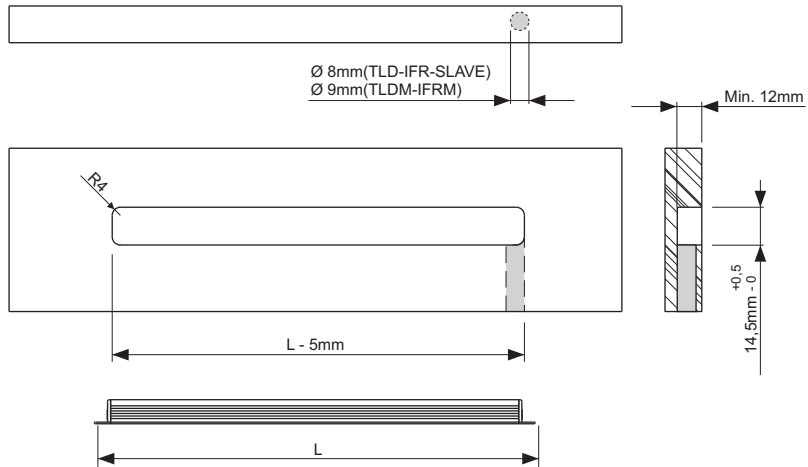
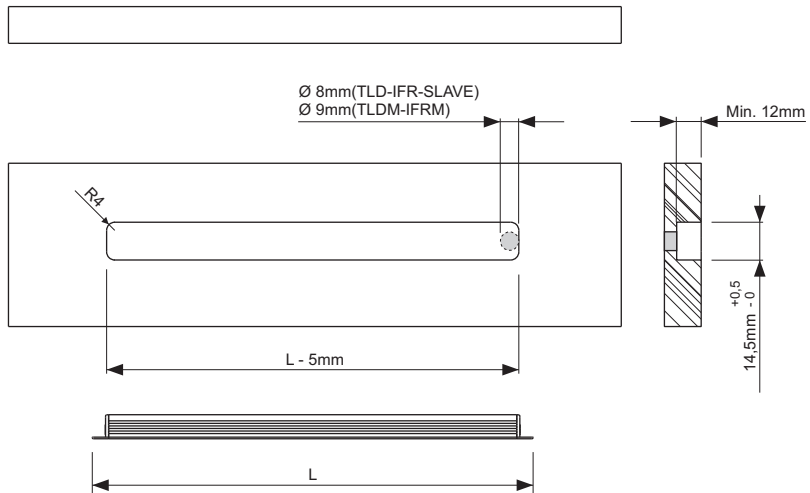

Fig 1
Fig 2
- Le figure 1, 2 e 3 rappresentano degli esempi di installazione del **DIVA-SUNCITY**. Le quote sono indicative perché possono variare in funzione dell'applicazione e del materiale da cui è composto il piano di installazione. I 2 esempi si differenziano per la posizione del foro di uscita del cavo, tuttavia è possibile eseguire tale foro anche in altre posizioni a seconda dell'esigenza del cliente, in base al tipo di applicazione.
- **DIVA-SUNCITY** può essere installato con il cavo di alimentazione in posizione assiale (fig. 1) o radiale (fig. 2) rispetto al piano di montaggio. Per installazioni con il cavo di alimentazione in posizione assiale praticare un foro di  $\varnothing$  8mm per i modelli TLD, IFR, SLAVE e di  $\varnothing$  9mm per i modelli TLDM e IFRM come indicato nell'esempio in figura 1.
- The **DIVA-SUNCITY** can be installed using the lighting profile power cable in axial (figure 1) or radial (figure 2) position with respect to the assembly plan. For installations with the power cord in an axial position to drill a hole diameter of  $\varnothing$  8mm for TLD, IFR, SLAVE models and diameter  $\varnothing$  9mm for TLDM and IFRM models as in the example shown in Figure 1. For installations with the power cord in radial position to drill a hole on the  $\varnothing$  8mm mounting plan for the TLD, IFR, SLAVE models and diameter  $\varnothing$  9mm for TLDM and IFRM models as shown in the example in Figure 2. In terms of specific requirements, it is possible to drill the power cable outlet hole in other positions, provided they do not affect the integrity of the cable and/or connector installed on it.
- **DIVA-SUNCITY** kann mit dem Stromkabel für das Lichtprofil in axialer (Abb. 1) oder radialer (Abb. 2) Position zur Montagefläche installiert werden. Für Anlagen mit dem Stromkabel in einer axialen Position einen Lochdurchmesser von  $\varnothing$  8 mm für TLD, IFR, SLAVE Modelle und Durchmesser  $\varnothing$  9 mm für TLDM und IFRM Modelle zu bohren, wie in dem Beispiel in Abbildung 1 dargestellt.